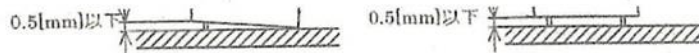

図10 部品の傾き
- ②サーメットリマ、ボックスピンヘッダ、タクトスイッチ、トグルスイッチは、止まりがあるものは止まりまで差し込み、止まりがないものは密着して取り付けること。なお、浮き上がり限界は、図10に示すとおりとする。